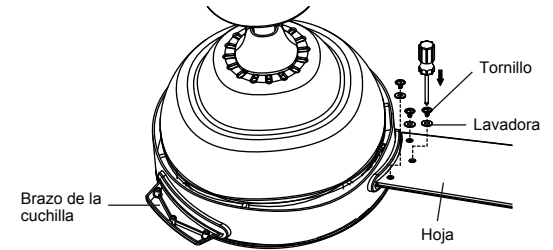

Fig. 20
**Paso 1.** Coloque la hoja sobre el brazo de la hoja con postes roscados que se muestran. Asegúrese de que el borde inferior de la hoja esté completamente asentado contra el brazo de la hoja. Con un destornillador Phillips, encienda un tornillo de hoja y una arandela en el brazo de la hoja (no apriete) y repita los 2 tornillos y arandelas restantes. Apriete cada tornillo firmemente comenzando con el tornillo central. Asegúrese de que la cuchilla esté recta. Repita los pasos para las hojas restantes. (Fig. 20)